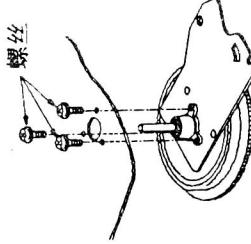

图65
⑤如图65所示，支持住装置后部的主导轴马达，取下装置前侧的3个螺丝，然后取下马达；